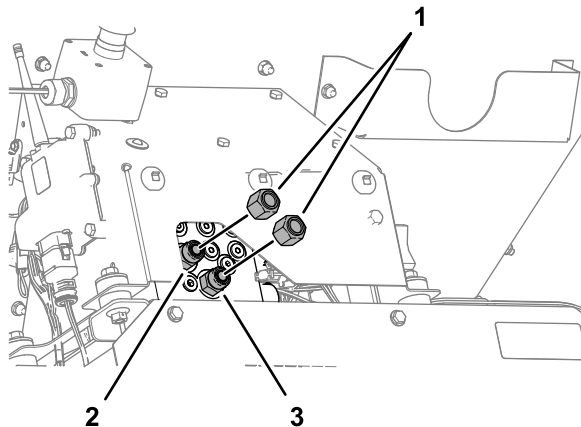

Bild 20
- Entfernen Sie die Kappen von den Anschlussstutzen an Anschluss-T und Anschluss-P des Hydraulikverteilers (**Bild 20**).